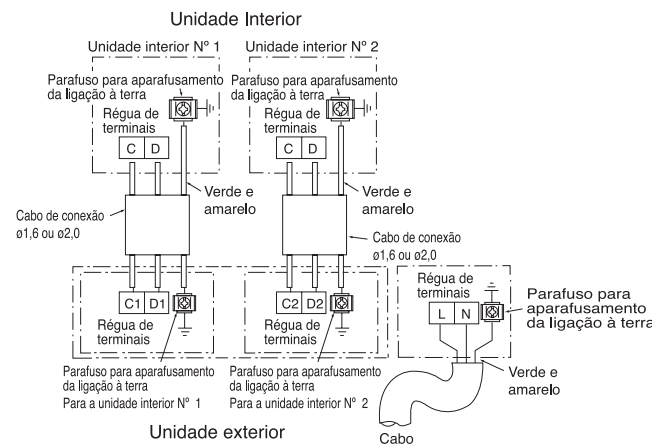

Fig. 3-1
- 1) Conectar os cabos eléctricos entre a unidade interior e a unidade exterior, de acordo com a Fig. 3-1. Não executar, de modo algum, a conexão dos cabos eléctricos erradamente.